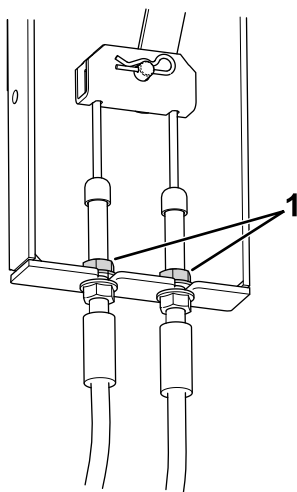

Figura 76
3. Localizați suportul cablului de frână (Figura 76) sub partea stângă a mainii, lângă roata din stânga.